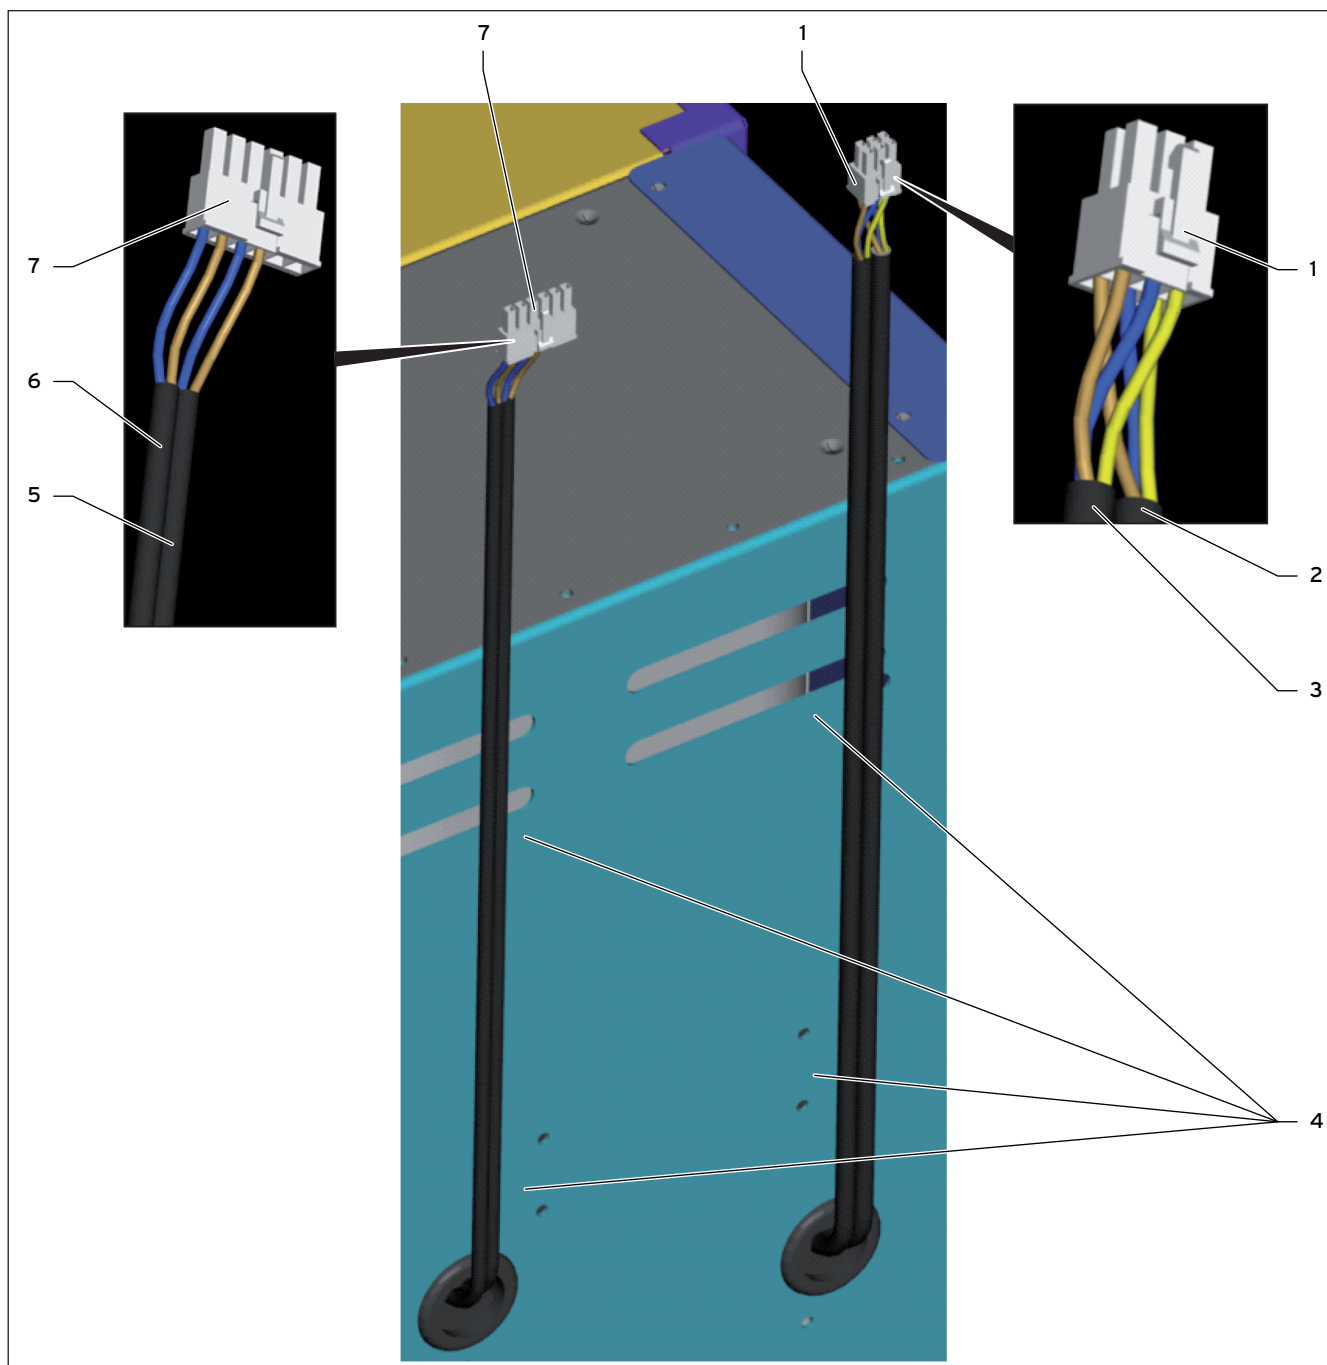
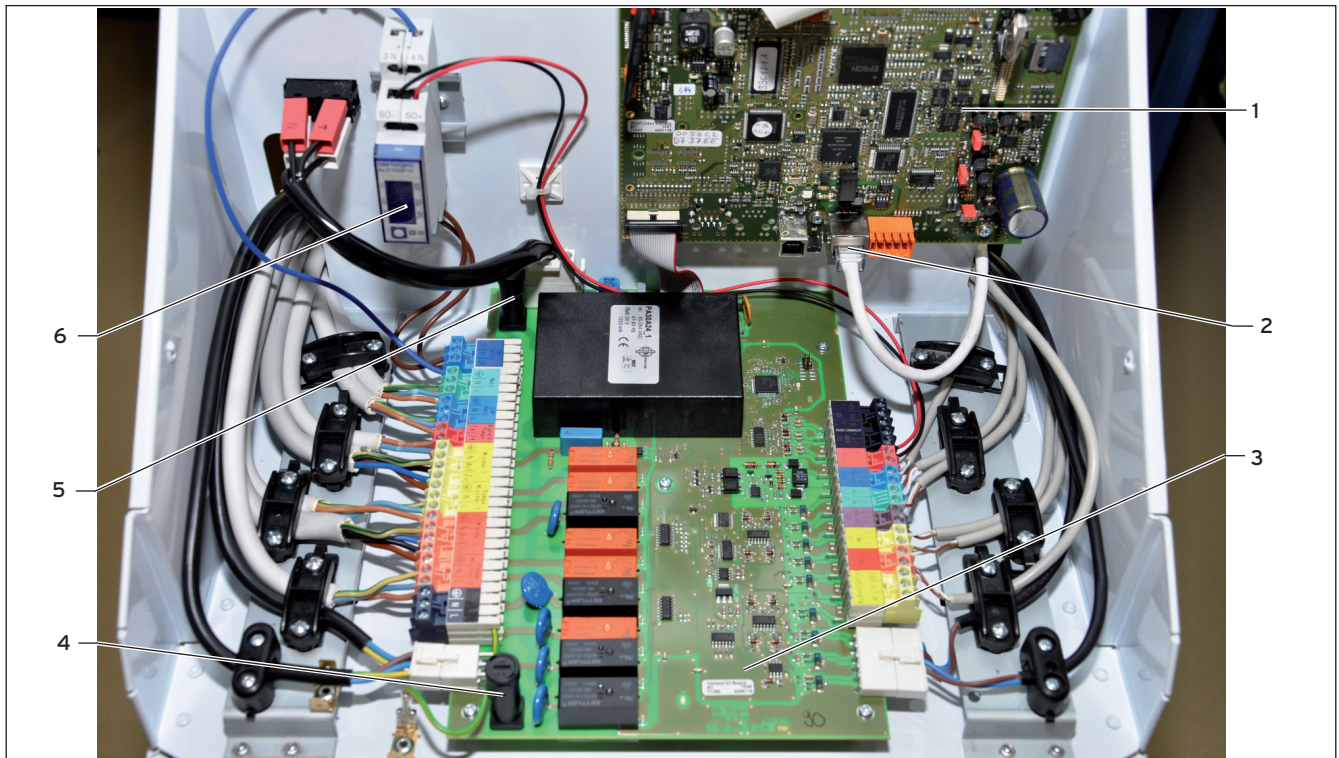

Abb. 4.3 Kabelführung zum Systemregler
Abb. 4.6 Leiterplatten im Systemregler
- Verlegen Sie die Kabel auf der Rückseite des Wärmeauskopplungsmoduls zum Systemregler (→ Abb. 4.3).
- Befestigen Sie die Kabel mit den mitgelieferten Befestigungsklipsen (→ Abb. 4.3, Pos. 4).
- Die Kühlmittelpumpe und die Heizwasserpumpe im Wärmeauskopplungsmodul werden über einen gemeinsamen Stecker (→ Abb. 4.3, Pos. 1) auf der ProE-Leiterplatte angeschlossen (→ Abb. 4.6).
- Die Fühler für Kühlmittel und Heizwasser im Wärmeauskopplungsmodul werden über einen gemeinsamen Stecker (→ Abb. 4.3, Pos. 7) auf der ProE-Leiterplatte angeschlossen (→ Abb. 4.6).
- Schließen Sie die Kabel der einzelnen Komponenten an die ProE-Leiterplatte (→ **Abb. 4.6**) an.